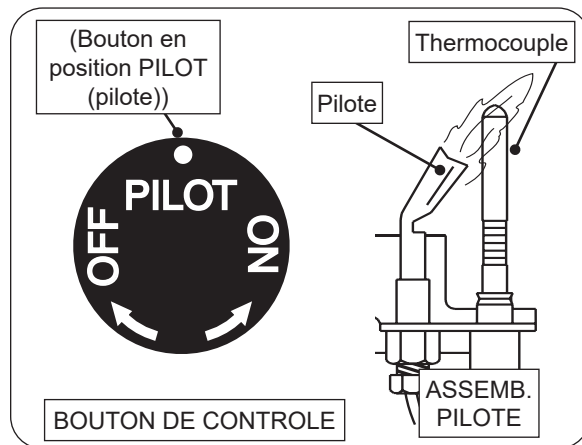

Fig. 43-1 Éclairage pilote
3. Localisez l'assemblage de la veilleuse sur le côté ou à l'arrière du bac du brûleur (voir Fig. 43-1).
4. Tournez le bouton de commande dans le sens antihoraire sur **PILOT** (pilote). Appuyez **fermement et complètement** sur le bouton de commande et maintenez-le enfoncé. Tenez une allumette allumée à longue tige / un briquet au butane à long cou près du thermocouple pour allumer la veilleuse. Continuez à maintenir le bouton enfoncé pendant environ une (1) minute après l'allumage de la veilleuse. Relâchez le bouton et il ressortira. La veilleuse restera allumée. Voir la Fig. 43-1. S'il s'éteint, répétez les étapes 2 à 4.